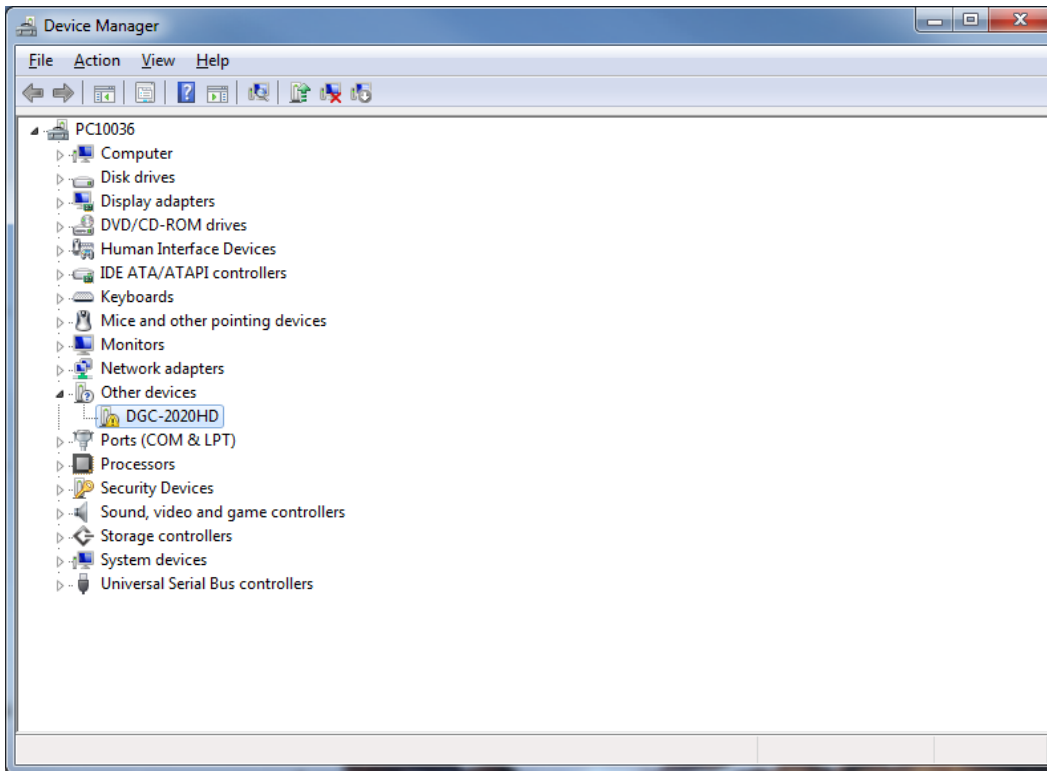

Abbildung 9-2. Gerätemanager
- Schritt 2. Öffnen Sie den Windows® Gerätemanager wie in Abbildung 9-2 dargestellt. Klicken Sie unter *Andere Geräte* mit rechts auf DGC-2020HD (bzw. *Unbekanntes Gerät*) und wählen Sie *Eigenschaften*.